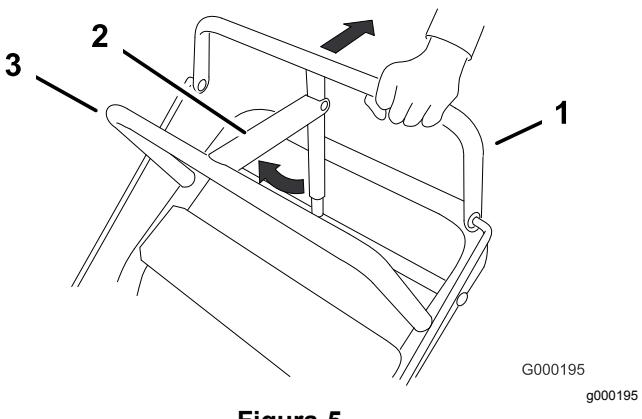

Figura 5
1. Tire de la barra de control superior hacia atrás y manténgala en esta posición (Figura 5).
La palanca del freno de estacionamiento debe permanecer en la posición de Puesto (Figura 5).